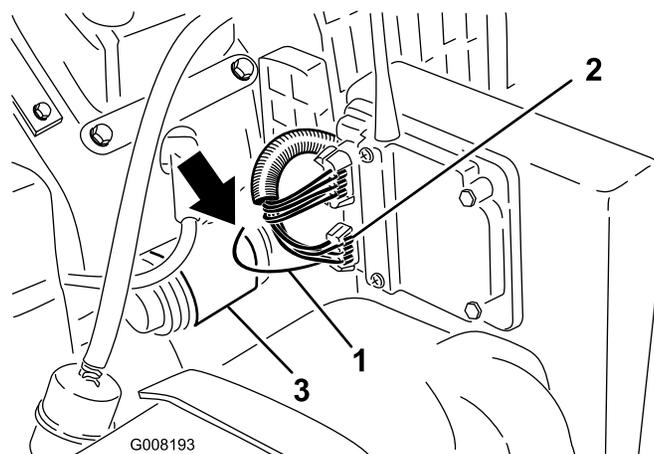

図 22
1. ワイヤ・ハーネスに折込んである黒と黄色のストライプの電気コード (レシーバの 6ピンコネクタから出ている) を探し出す (図 22)。この電気コードをチューブから引き出す。